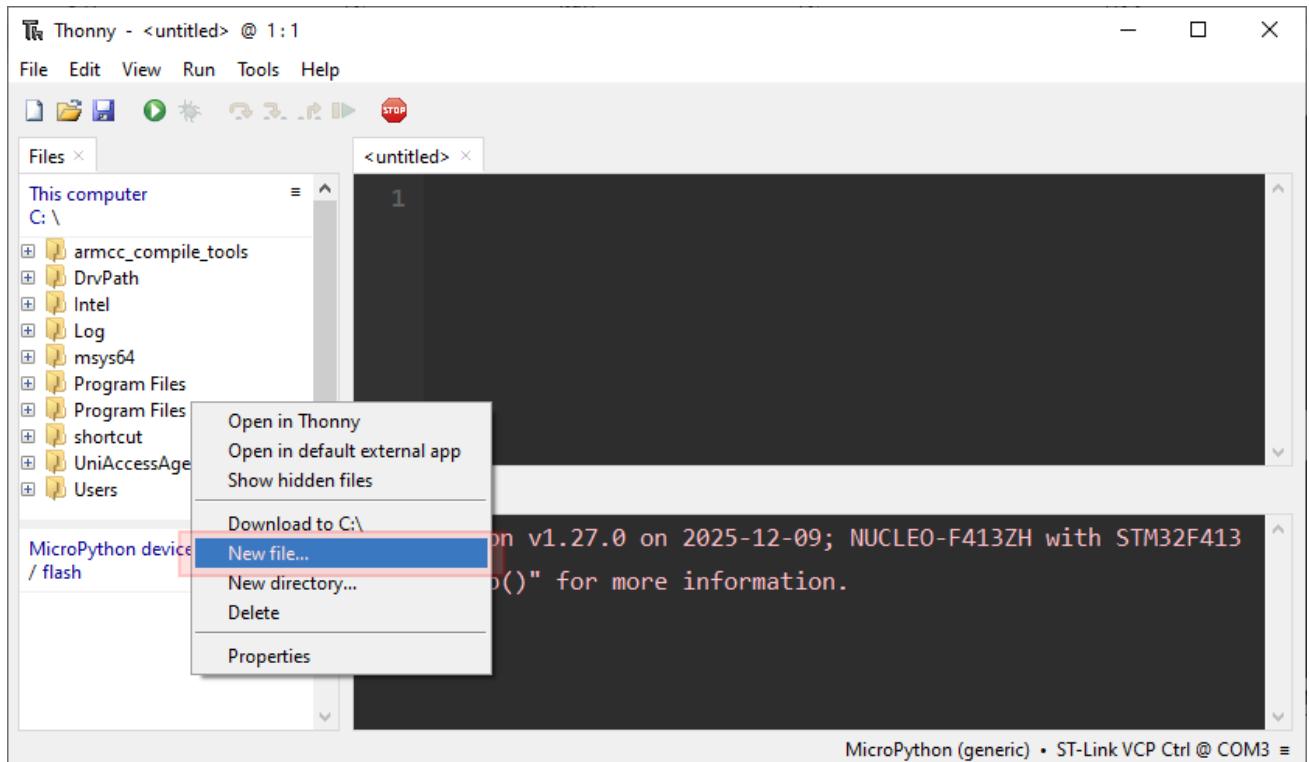

图 18 Thonny 新建文件 1
连接 NUCLEO-F413ZH 的 ② 调试器 ST-LINK/V2-1 接口至 PC，打开 Thonny，Shell 窗口中显示如图 18 所示信息，即代表设备已经连接成功。